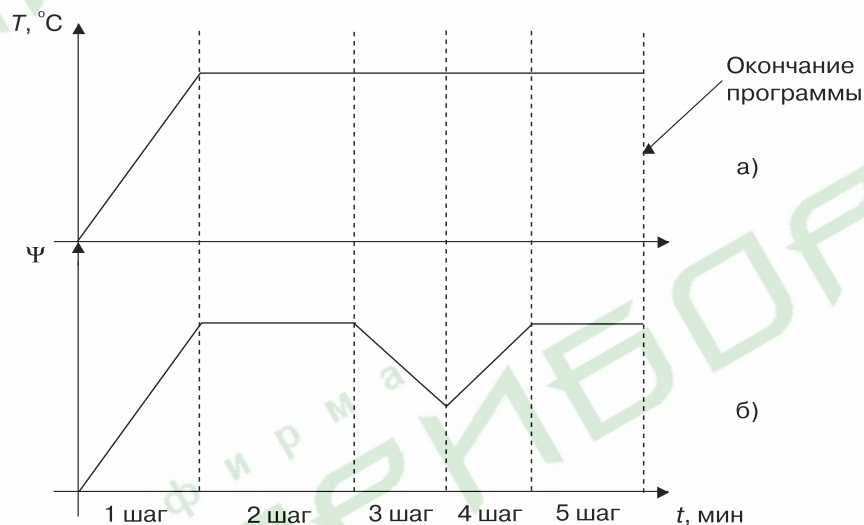

Рис. 35. Определение общего числа шагов в программе:
**Пример 2.** На *рис. 35* представлены графики температурного и влажностного режимов, контролируемых двумя регуляторами: требуемое число шагов при поддержании температуры – 2, влажности – 5. Следовательно, программа должна содержать 5 шагов, и при программировании параметров для регулятора температуры необходимо задать последние 4 шага с одинаковыми уставками.